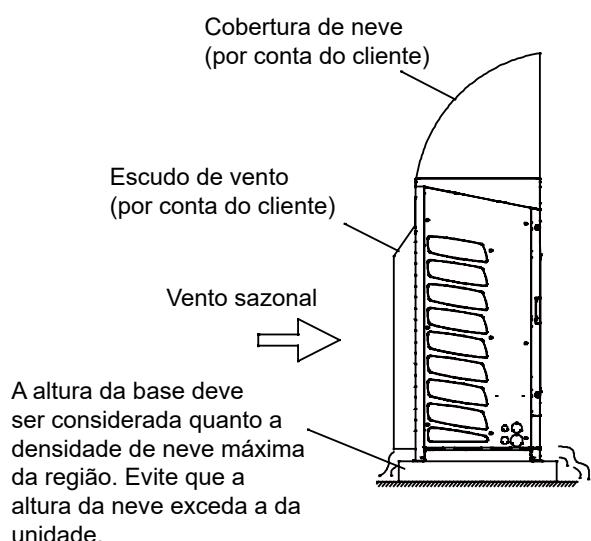

Figura 1
4. A instalação deve ser para garantir que as unidades do sol e da chuva, poeira, tufão, lugar à prova de terremoto. Em áreas com neve, a máquina deve ser instalada nem um quadro ou sob uma cobertura de neve, de modo a evitar a neve da máquina. Veja Figura 1